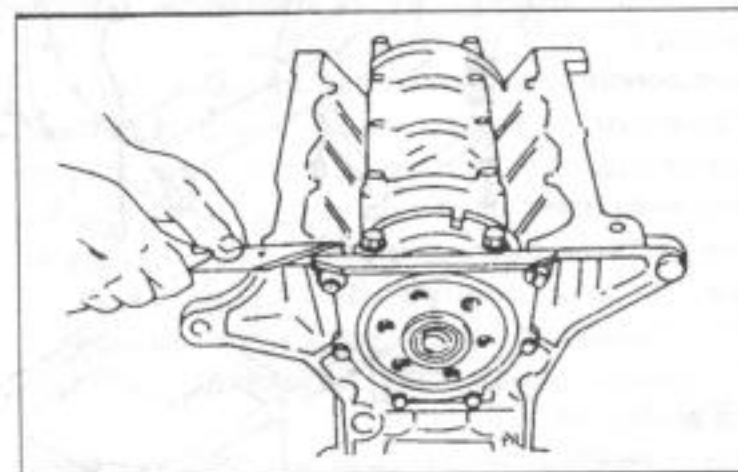

Рис. 104.
- Осторожно насадить фланец с вложенным уплотнением на коленчатый вал и хорошо отцентровать. Болты равномерно затянуть по окружности. У заднего фланца уплотнение выступит на уплотнительной поверхности масляного поддона и лишний уплотнительный материал нужно обрезать острым ножом, как показано на рис. 104.